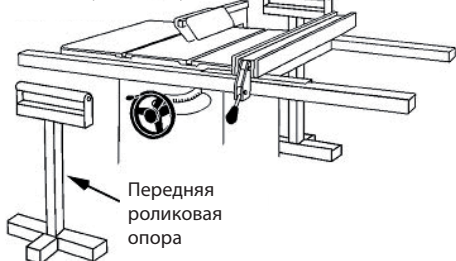

Рис. 31
- Під час поздовжнього розпилу довгих дощок, використовуйте такий підтримуючий пристрій на передній частині столу, як обертові циліндри, та підпору або «хвостовик», що розташований у задній частині верстату, як зазначено на Рис. 31.